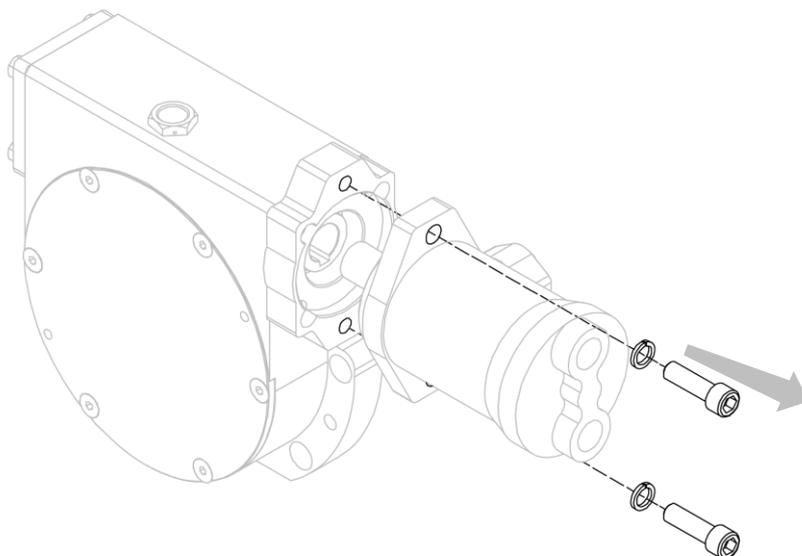

Figura 43
4. Separare il motore dal riduttore, dopo aver rimosso le relative viti che lo vincolano (vedi *Figura 43*).